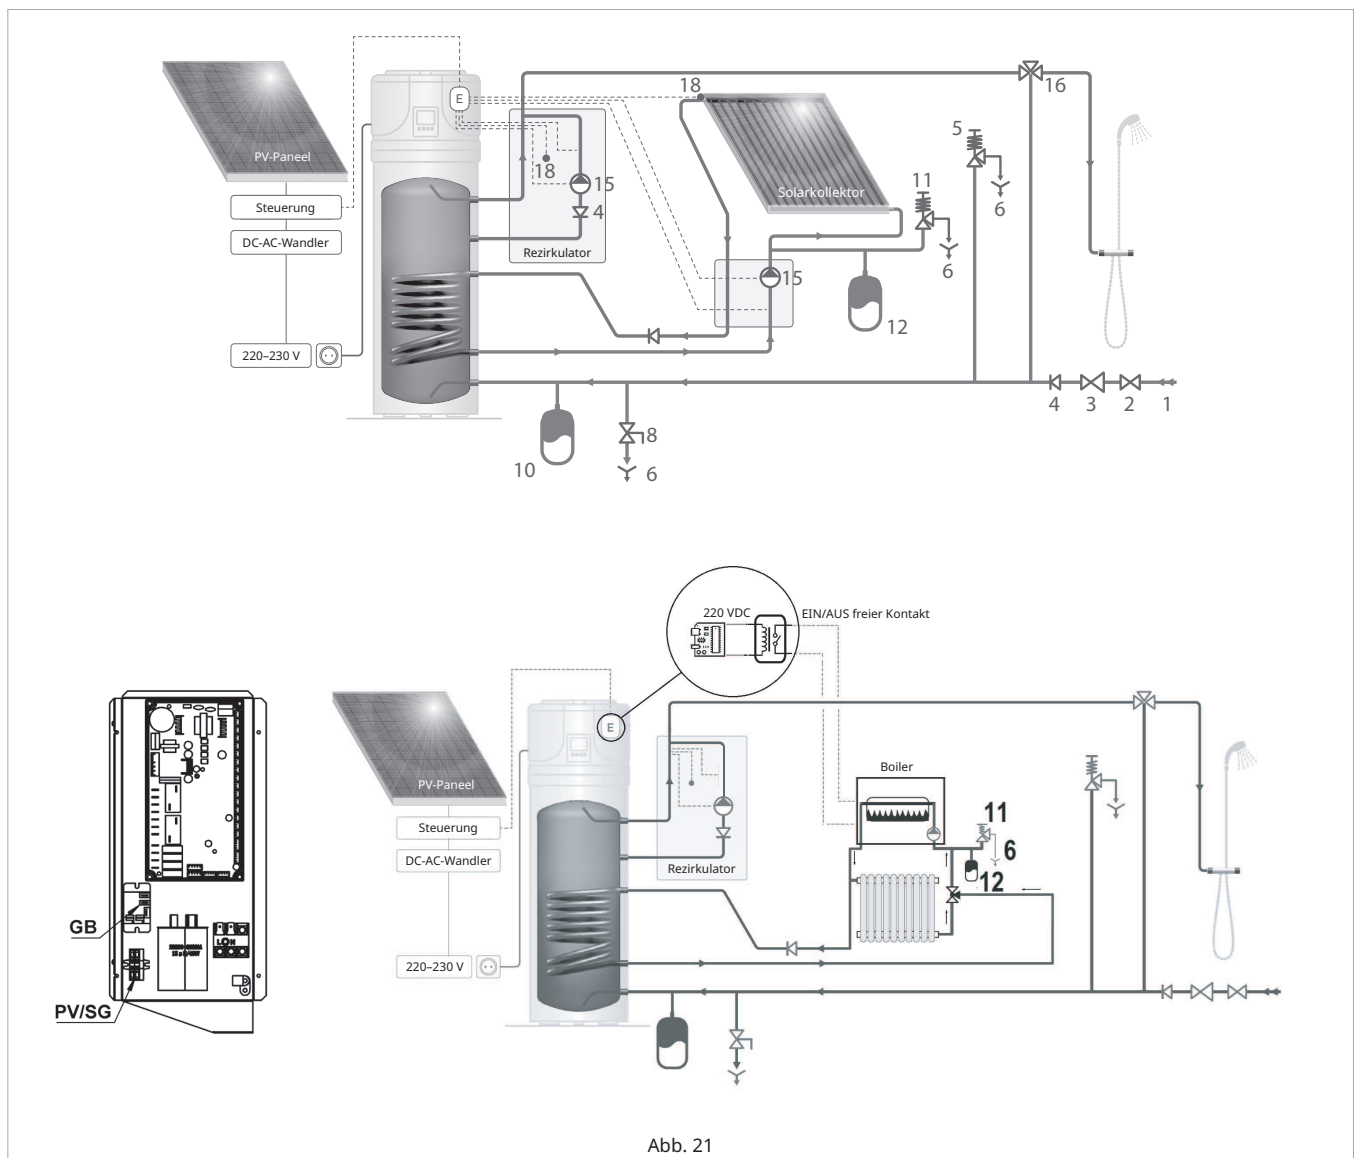

Abb. 21
Die folgende Abbildung (Abb. 21) zeigt ein Beispiel für einen Wasseranschluss.
- ⚠ Kunststoffrohre (PP) sind durchlässig für Sauerstoff. Schließen Sie den Wärmeübertrager niemals an ein PP-Rohr oder an ein offenes Zirkulationssystem an! Die Nichtbeachtung dieser Regel führt zu Korrosion im Inneren des Rohrs.
- ⚠ Der Installateur der Anlage muss ein 8-bar-Überdruckventil (5) an der Kaltwasserzulaufleitung anbringen (Abb. 21).
- ❗ Die Sicherheitseinrichtung gegen Überdruck muss regelmäßig betätigt werden, um Kalkablagerungen zu entfernen und um sicherzustellen, dass sie nicht verstopft ist (Abb. 21)
- ❗ Die an das Überdruckventil angeschlossene Abflussleitung Nr. 6 muss mit stetigem Gefälle und an einer gegen Eisbildung geschützten Stelle verlegt werden (Abb. 21).
- ❗ Ein Ausdehnungsgefäß (10) (Abb. 21) sollte installiert werden, um die Wasserausdehnung aufgrund von Temperaturschwankungen zu absorbieren. Der Druckregler (3) und das Ausdehnungsgefäß sollten zusammen von einer qualifizierten Person berechnet werden.
- ⚠ **Die Wärmepumpe für die Warmwassererwärmung ist in der Lage, Heizungswasser auf über 65 °C zu erhitzen. Aus diesem Grund ist es zum Schutz vor Verbrennungen notwendig, ein automatisches Thermostat-Mischsystem (16) an der Warmwasserleitung zu installieren (Abb. 21).**
Füllen Sie den Boiler durch Öffnen des Einlassshahns (2) (Abb. 21) und des Warmwasserhahns in Ihrem Badezimmer. Der Speicher ist vollständig mit Wasser gefüllt, wenn nur noch Wasser ohne Luft durch den Wasserhahn im Badezimmer fließt. Überprüfen Sie, ob es keine Lecks durch die Dichtungen und Verbindungen gibt. Ziehen Sie die Schrauben oder Verbindungen bei Bedarf und vor jedem Reinigungs- und Wartungsvorgang nach: